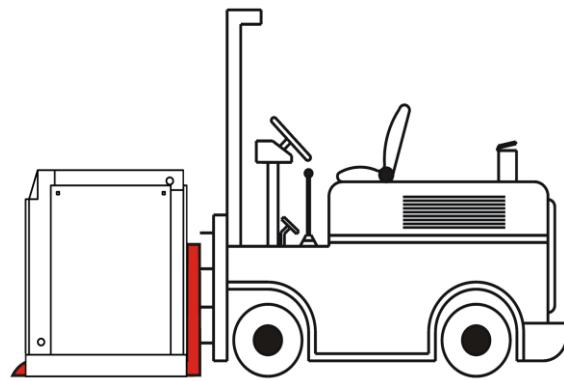

Рисунок 1.1: ДОСТАВКА И ТРАНСПОРТИРОВКА
- А. Для подъема компрессора используйте вилочный погрузчик, см. Рис. 1.1. Поднимайте компрессор с учетом точек входа вил и центра тяжести.